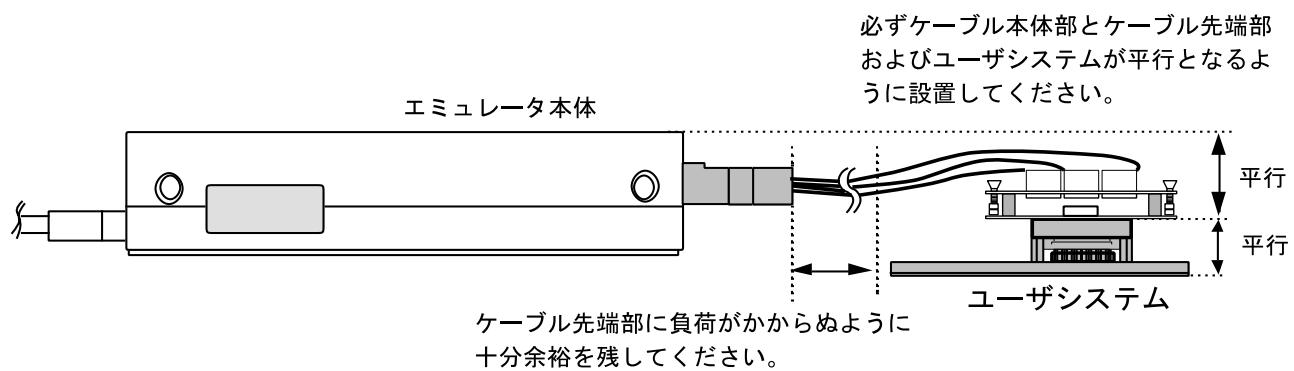

図10 設置例
- (1) ユーザシステムへの接続時には1ピン位置に十分注意して、誤接続は絶対にしないでください。
- (2) 本ユーザシステムインターフェースケーブルを使用する場合の推奨マウントパット寸法は、MCU実装用マウントパット寸法とは異なりますので注意してください。
- (3) 本ユーザシステムインターフェースケーブルは、HS2195EPI60Hエミュレータ専用ですので、他のエミュレータ本体には使用しないでください。
- (4) ケーブル本体部が断線する可能性がありますので、本ユーザシステムインターフェースケーブルの上に重いものや金属等の角の尖ったものを置かないでください。
- (5) ユーザシステムに接続した状態では、ユーザシステムインターフェースケーブル、特にケーブル先端部に無理な力が加わらないように注意する必要があります。図10の設置例を参照してご使用ください。